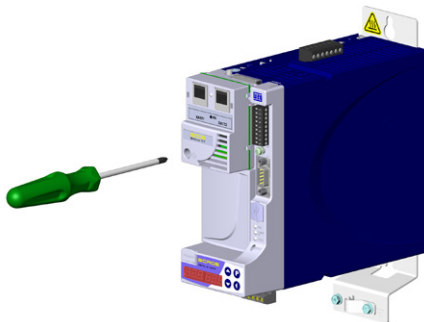

Figura 4.3: Fijación del tornillo de puesta a tierra del accesorio
4. Fije el tornillo de puesta a tierra del accesorio al servoconvertidor, conforme es indicado por la Figura 4.3 en la página 15.